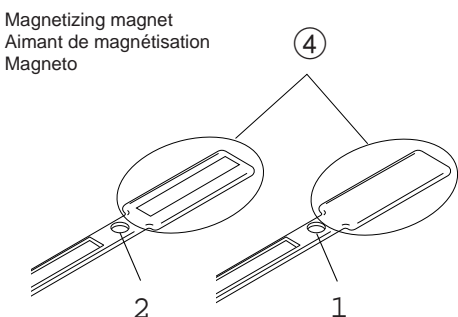

Fig. 3
- Rub the tire with this portion. (Fig. 3)
- Surface of the magnetizing magnet 1 (Magnetizing surface) (Fig. 3)
- Surface of the magnetizing magnet 2 (Magnetism removal surface) (Fig. 3)
- Do not reverse surfaces 1 and 2 of the magnetizing magnet. When the tire is rubbed with surfaces reversed, the polarity of the magnetism will be reversed resulting in incorrect operation of the sensor and leading to breakdown. (Fig. 3)
- Frotter le pneu avec cette partie. (Fig.3)
- Surface de l'aimant de magnétisation 1 (Surface de magnétisation) (Fig. 3)
- Surface de l'aimant de magnétisation 2 (Surface de démagnétisation) (Fig. 3)
- Prendre soin d'utiliser la face de magnétisation appropriée 1 ou 2 et de ne pas changer de face en cours de magnétisation d'un secteur. La polarisation sera inversée sur cette zone et le système ne pourra fonctionner correctement. (Fig. 3)